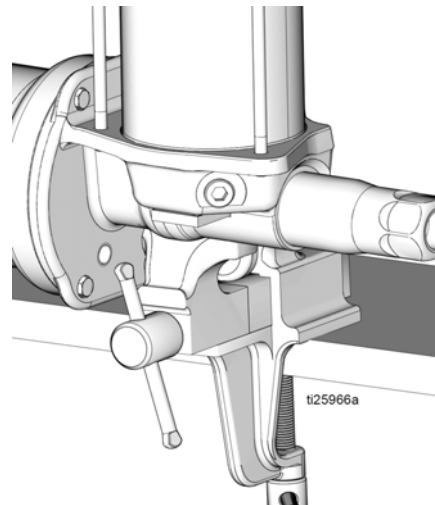

FIG. 12
6. Sujete la base de la bomba en un tornillo de banco como se observa en FIG. 12. Utilice un tornillo de banco de mordazas de goma o coloque un trapo en las mordazas para proteger la superficie de la base de la bomba.